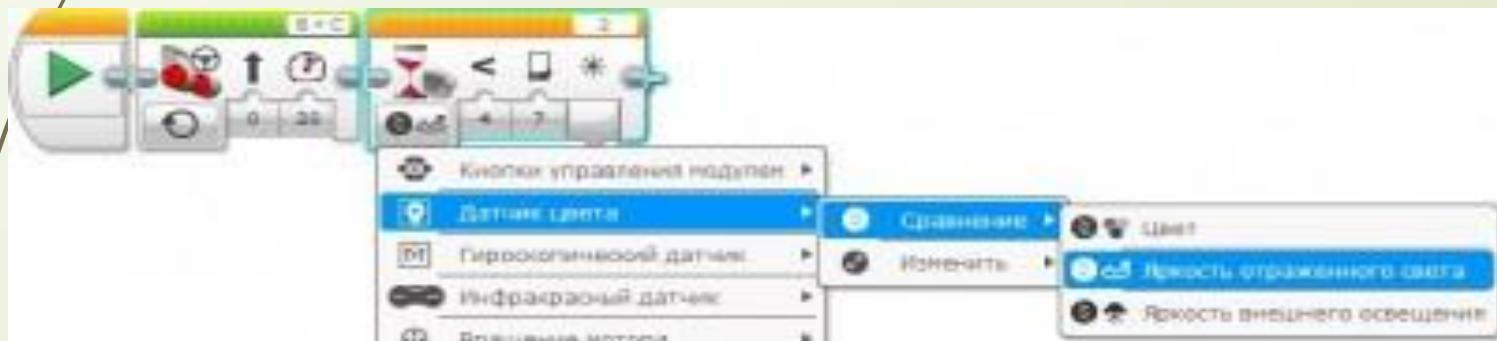

Рис. 13
- Проведенный эксперимент показал нам, что при пересечении черной линии, значение датчика цвета в режиме "**Яркость отраженного света**" равняется **6**. Значит, для выполнения **Задачи №3** наш робот должен двигаться прямолинейно, пока искомое значение датчика цвета не станет меньше **7**. Воспользуемся уже знакомым нам программным блоком "**Ожидание**" Оранжевой палитры. Выберем требуемый условию задачи режим работы программного блока "**Ожидание**" (**Рис. 13**).